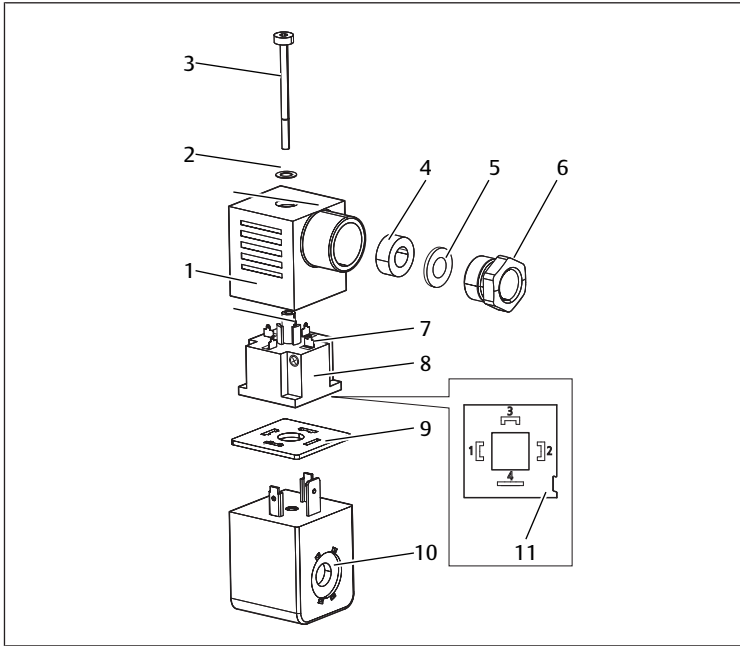

Abb. 2: Produktübersicht
1. Zentralschraube (siehe → Abb. 2: 3) an der Leitungsdose (1) lösen und Leitungsdose von der Magnetspule (10) entfernen.
2. Zentralschraube (3) und Dichtung (2) vorsichtig entnehmen, ohne die Dichtung (9) zu beschädigen.